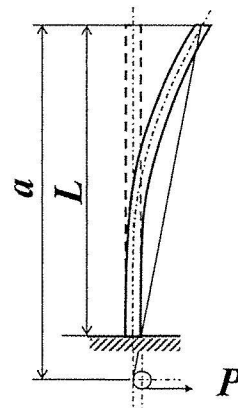

図 4
- (2) 長さ L の曲げ剛性 EI のはり（梁）を図 4 のように、先端をひもで引っ張る。はりの先端から a の位置にある滑車の半径は、 L に対して十分小さいものとする。